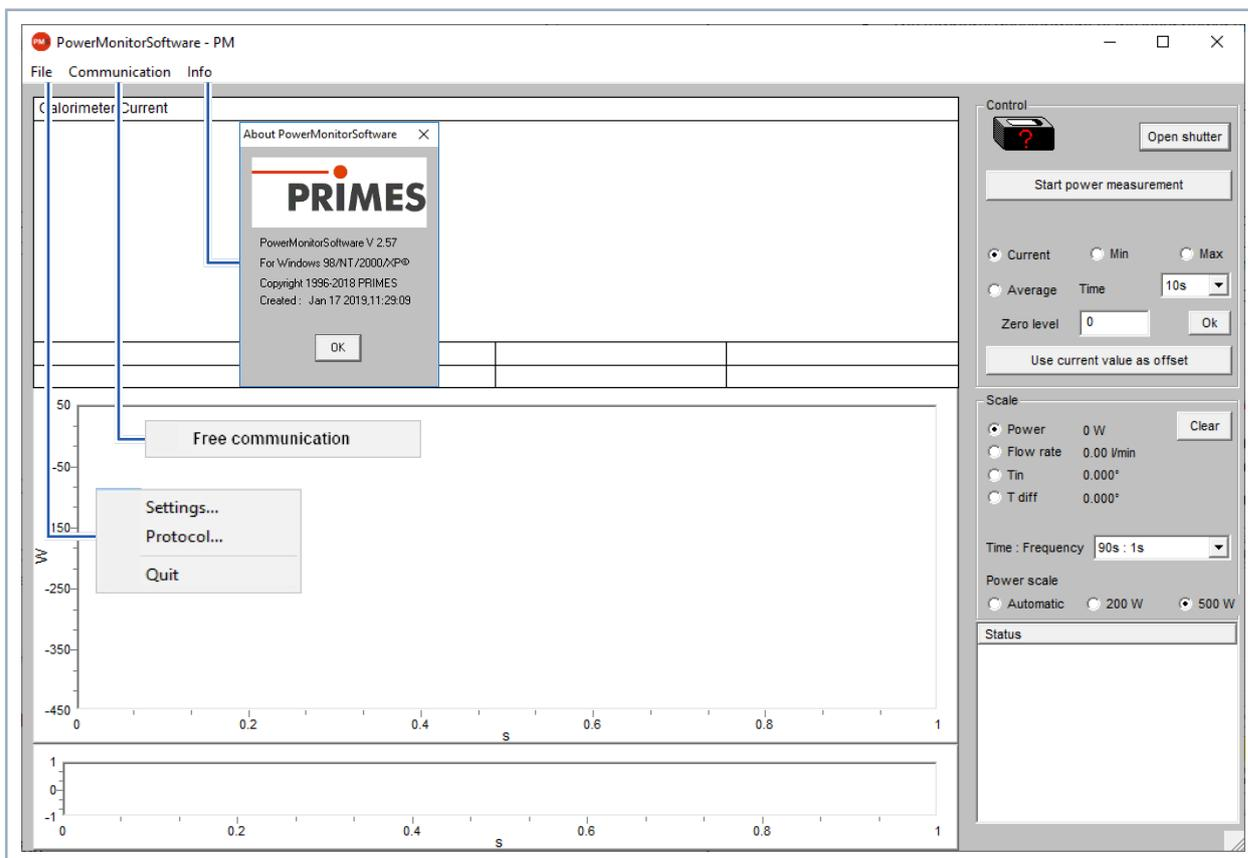

図 15.1: メニューバーのメニュー選択
P.51 図15.1の図に示すように、グラフィカルユーザーインターフェースが表示されます。
- シャッタの位置が不明であるか、またはOpenコマンドが正しく実行されていない場合、疑問符(?)がパワーモニタアイコンに表示されます (P.51 図15.1参照)。